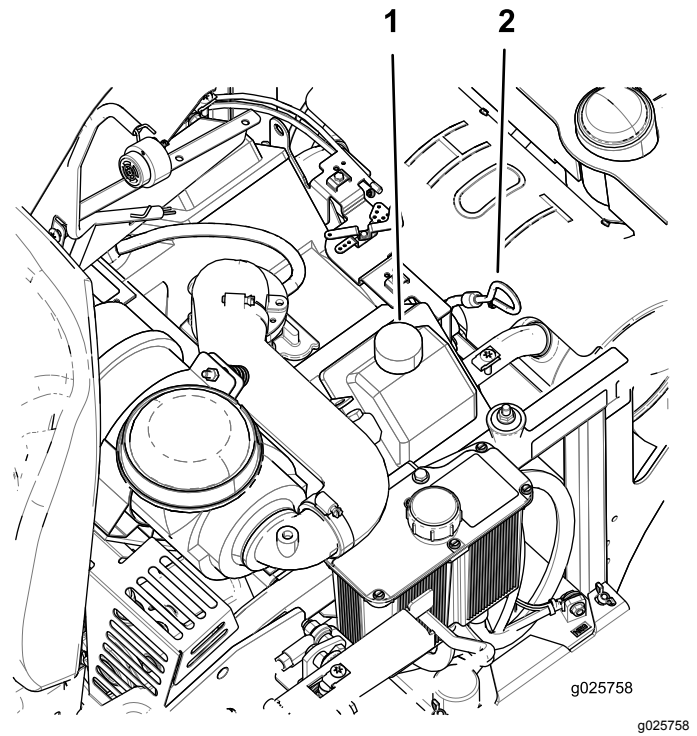

Figura 31
5. Limpie la zona alrededor de la varilla (Figura 31).
9. Si el nivel de aceite es bajo, limpie la zona alrededor del tapón de llenado, retire el tapón y añada aceite hasta que llegue a la marca **Lleno (Full)** de la varilla (Figura 31).
4. Vierta lentamente un 80% aproximadamente del aceite especificado por el tubo de llenado, luego añada lentamente el resto del aceite hasta que llegue a la marca **Lleno (Full)** de la varilla (Figura 31).
5. Arranque el motor y conduzca hasta una zona llana. Espere 3 minutos para que el aceite se asiente en el cárter. Compruebe el nivel de aceite otra vez (Figura 31).